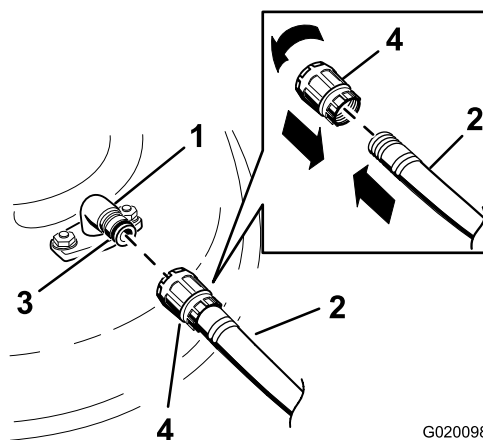

Figure 69
- Branchez le raccord du tuyau d'arrosage à au raccord de lavage de la tondeuse et ouvrez l'eau en grand (Figure 69).